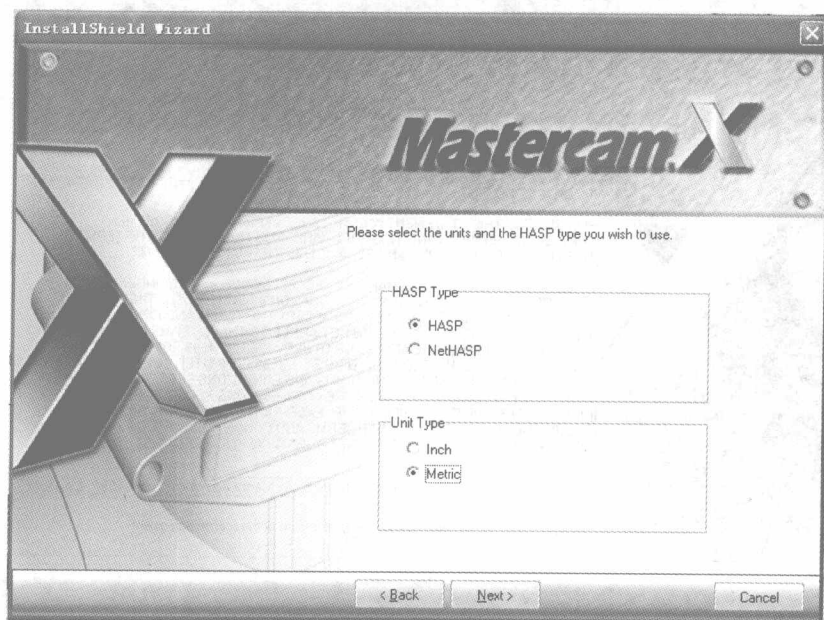

图 1-5 选择加密狗种类和制式
⑤ 选择 HASP 加密狗种类和安装制式(其中 Inch 为英制, Metric 为公制), 如图 1-5 所示, 单击 Next 按钮进入下一步安装。